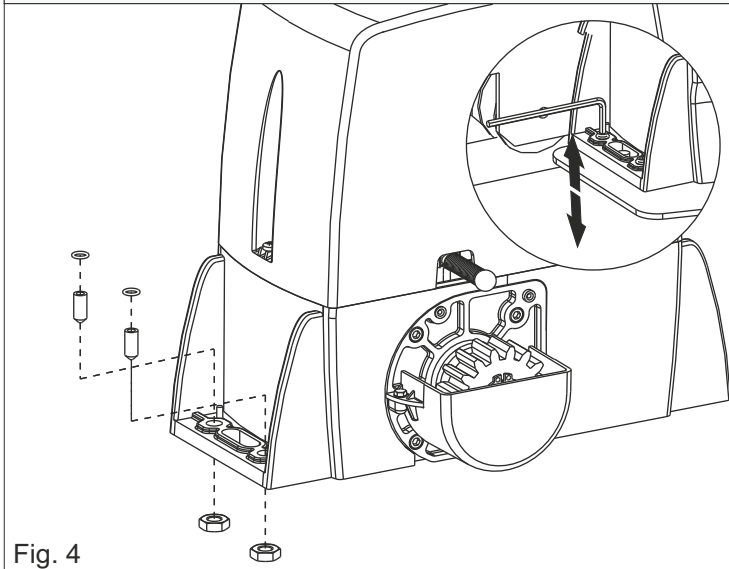

Fig. 4
- 4.1.** Insertar los 4 tornillos sin cabeza en los agujeros para ajustar la altura del operador en la placa (Fig. 4)